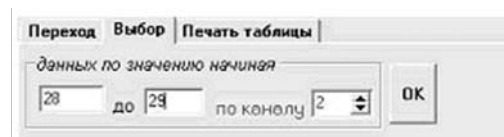

Рис.22
**Выбор** (рис.22) производит выбор данных по значению и указанному каналу.
Выбирается канал, по которому будет фильтроваться значения (он отображен красным цветом), выбирается значения данных, по которым будет произведен отбор. На рис.22 показано, что программа будет осуществлять поиск и отображение только тех данных, которые были измерены по